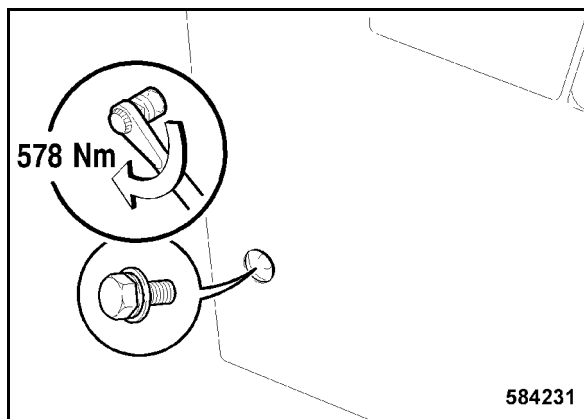

Bild 193
- Kiristä takana, sivussa oleva kiinnitysruuvi oikealta 578 Nm:llä (Bild 193).